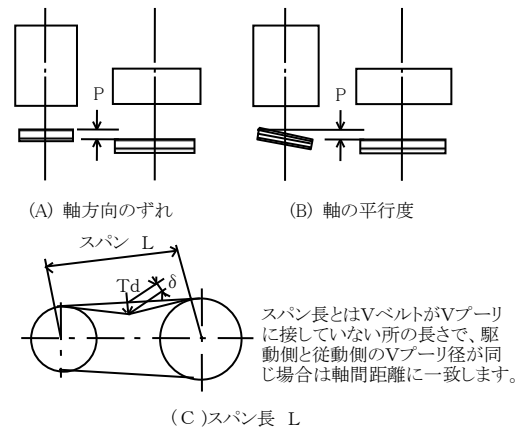
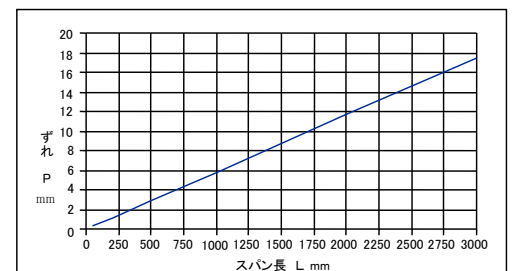

図 11 Vプーリの心出し
図 12 Vプーリのずれ許容寸法 (Pmm)
(1) ファンは工場で正しく心出し調整して出荷していますが、据付終了後再調整してください。
(2) Vプーリのミスアライメントは、Vベルトの寿命を縮める要
因になりますので、正確に調整をしてください。ミスアライメントには、Vプーリの軸方向のずれと軸の平行度の2つが含まれます。図11 (A) が軸方向のずれで、同図 (B) が軸の平行度です。それぞれのずれの許容寸法 (Pmm) は、同図 (C) に示されるVプーリ間のスパン長 (Lmm) により、図12に示された値以下といたします。Vベルトを張った後で許容寸法を確認してください。